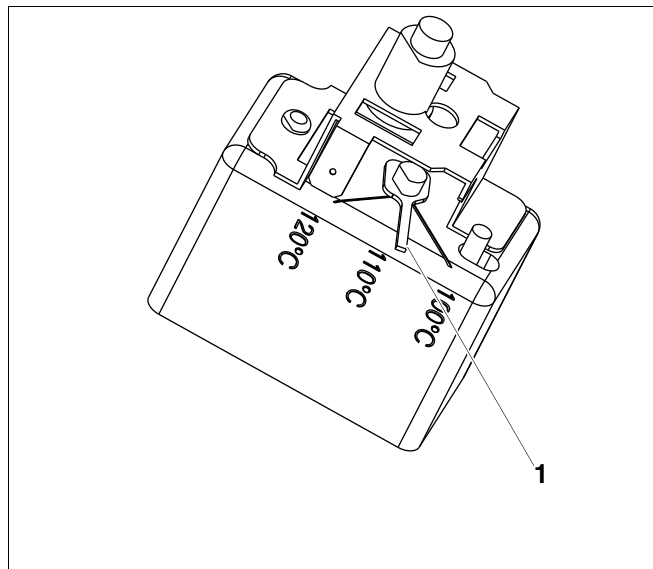

Рис. 4 Вариант Б
### 2.2.2 Рис. 4 Вариант Б
- Установить рычажок (Рис. 4, поз. 1) на нужную температуру.